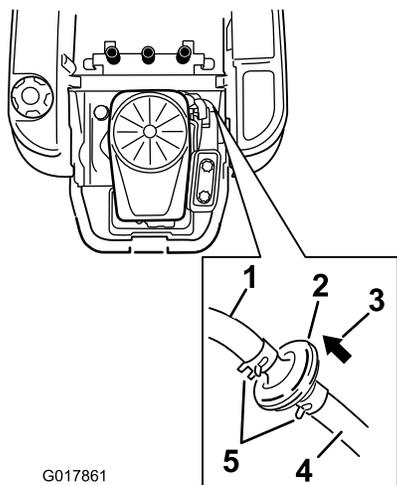

Figura 35
3. Levante o banco e localize o filtro do combustível, conforme indicado em Figura 35.
4. Aperte as pontas dos grampos da tubagem e afaste-as do filtro (Figura 35).
6. Instale um novo filtro com a seta do sentido do fluxo a vir do depósito de combustível e a apontar para o motor. Mova as abraçadeiras para junto do filtro (Figura 35) para o fixar no lugar.